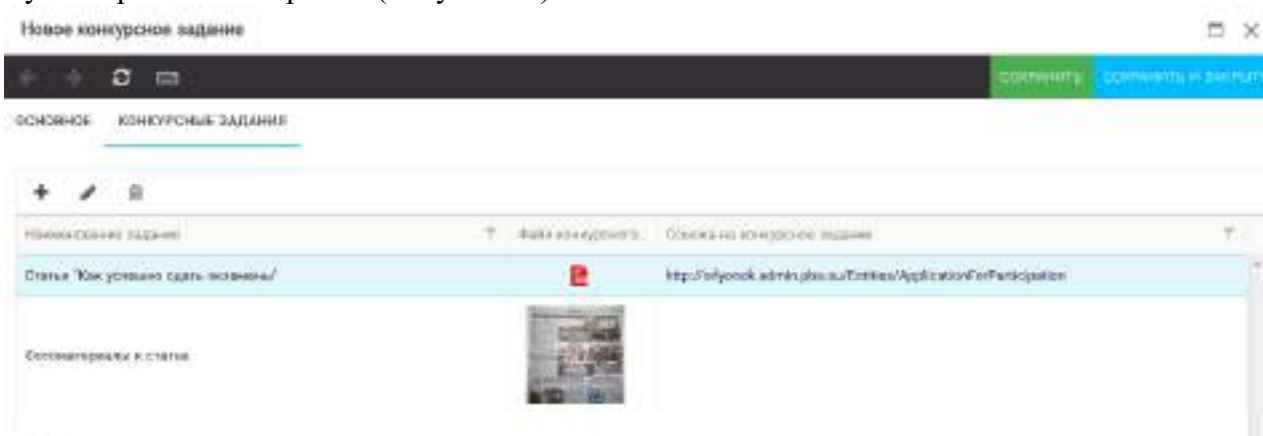

Рисунок 14 – Сохранение конкурсного задания
5. Если конкурсное задание состоит из нескольких файлов, то необходимо повторить предыдущие два шага (п.3, п.4). Прикрепив все файлы конкурсного задания, необходимо нажать на кнопку «Сохранить и закрыть» (Рисунок 14).